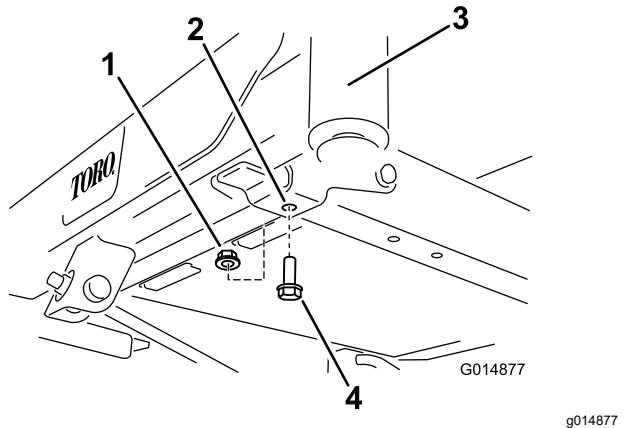

Figure 4
1. Localisez les boulons avant sur le dessous du cadre (Figure 3 et Figure 4).